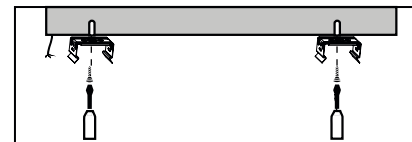

Рис. 1
- Наметьте и просверлите по два отверстия для каждой монтажной скобы на поверхности стены или потолка по месту установки в соответствии с перфорацией монтажной скобы (рис. 1). Расстояние между скобами не должно превышать 3/4 от длины светильника.